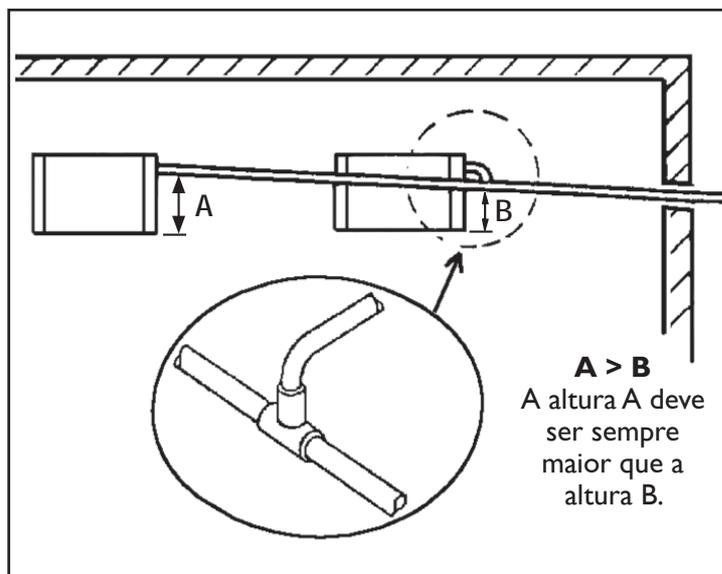

FIGURA 31
- No caso de instalações com duas ou mais unidades evaporadoras, utilizando um mesmo tubo de drenagem, é importante que esta tubulação seja posicionada conforme a Figura 31 ao lado.